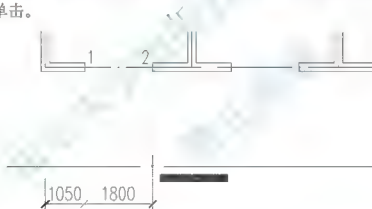

图 3.41 用【连续】命令标注尺寸
① 在指定第二条尺寸界线原点或 [放弃 (U)/ 选择 (S)] < 选择 > 提示下, 捕捉 A 轴线和门窗洞口右侧的交点 (2 处), 但不单击, 将光标轻轻地向下拖至辅助线上, 出现交点捕捉后 (图 3.41) 单击。